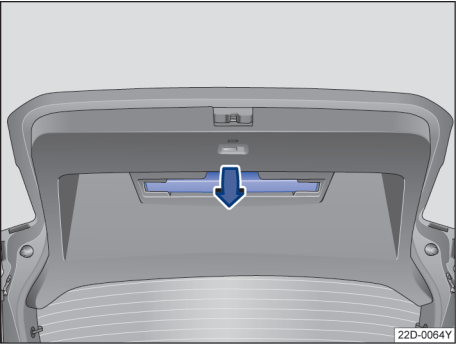

图 40 在行李厢盖中：三角警告牌的固定装置
- 从三角警告牌的固定装置按图示箭头方向按压并旋转，直至取出三角警告牌→图 40。